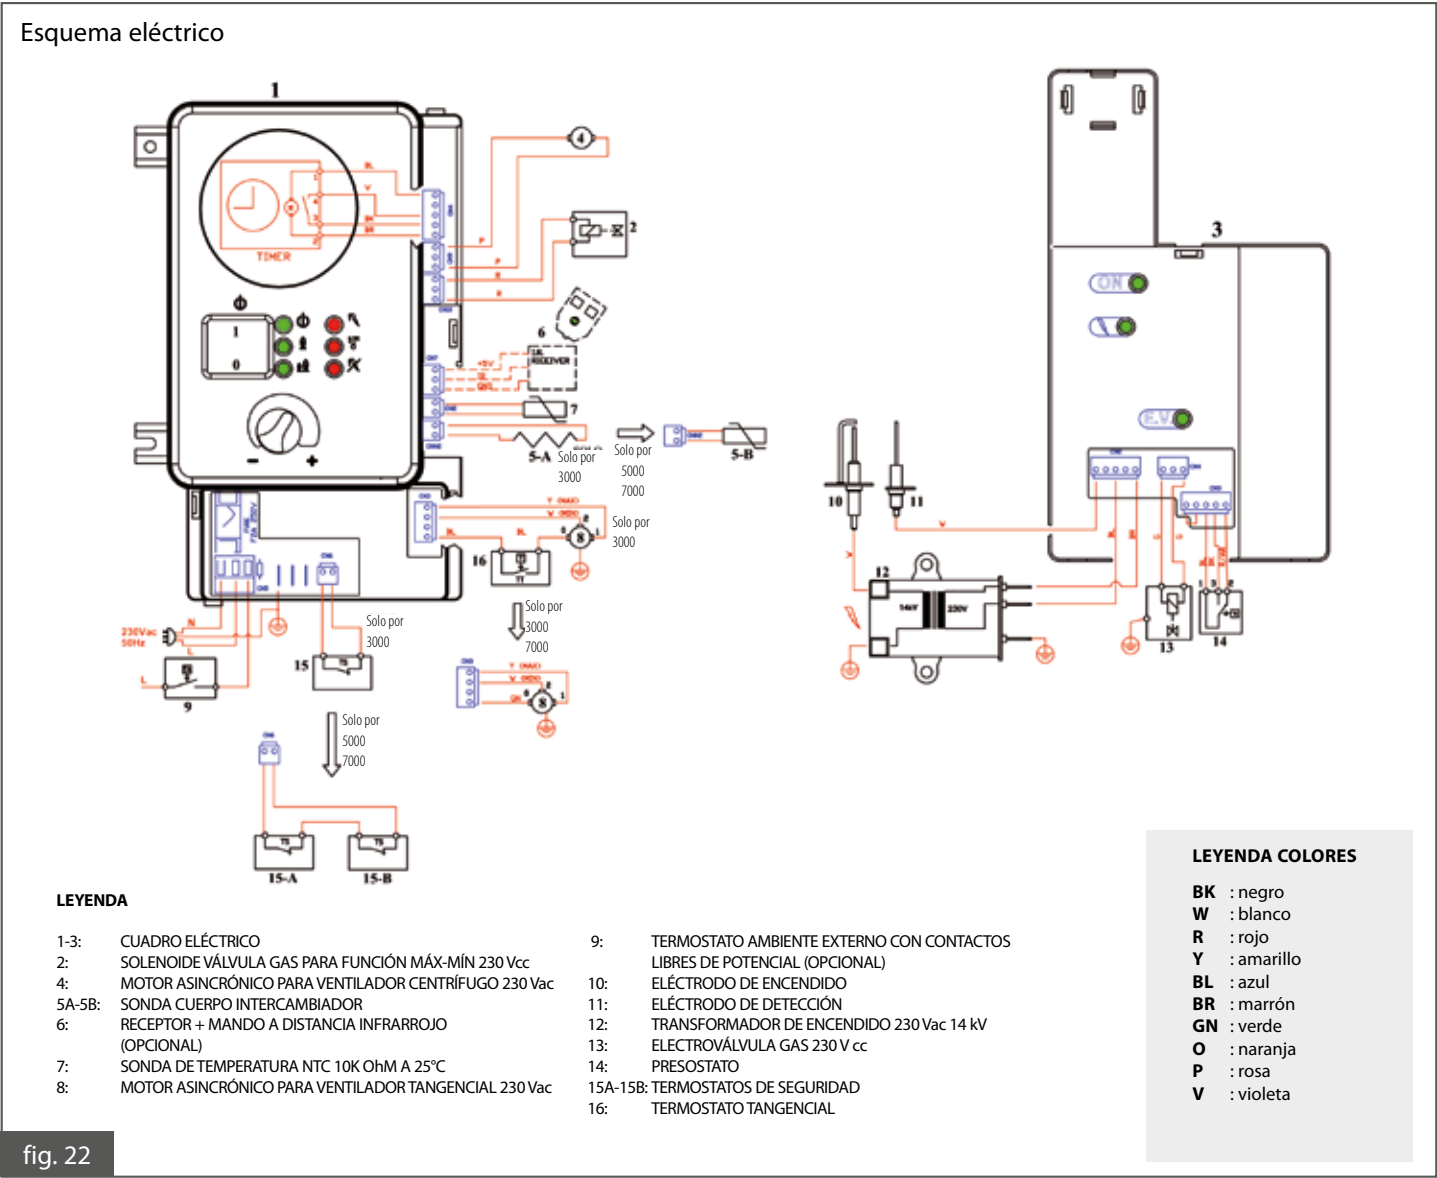
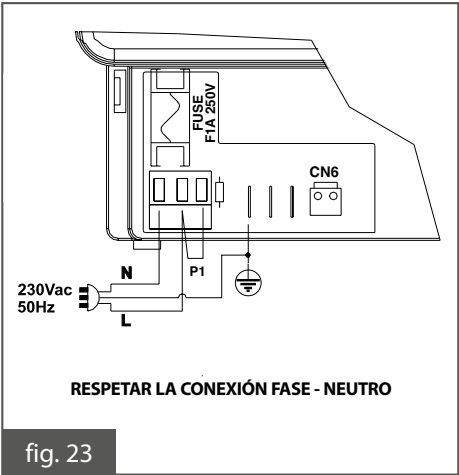

fig. 22
fig. 23
- Conectar los cables de FASE y NEUTRO respectivamente a los bornes L y N de la regleta. Con la ayuda de un fast-on, conectar el cable de tierra al borne F2 (fig. 23). **Atención: en caso de inversión FASE con NEUTRO, la máquina no realiza correctamente la fase de encendido.**
- Verificar que esté montado el puente P1 entre el segundo y el tercer borne de la regleta de alimentación (fig. 23).
Para las opciones 1) y 2) es suficiente retirar el puente eléctrico P1 (fig. 23) que se encuentra en la regleta de alimentación y conectar el termostato ambiente remoto o el combinador telefónico al borne libre (fig. 22).
Para llevar el aparato a la mínima potencia, desconectar de la tarjeta 1 el conector de alimentación del solenoide 2 (fig. 22).